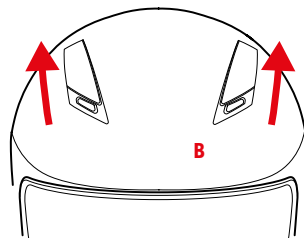

FIGURE 6
- Figure 6: prise d'air complètement ouverte.